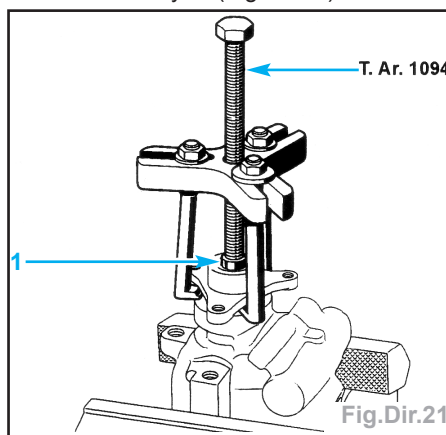

Fig.Dir.21
- Mettre en place l'outil **T.Ar.1094** et extraire le moyeu (Fig.Dir.21).